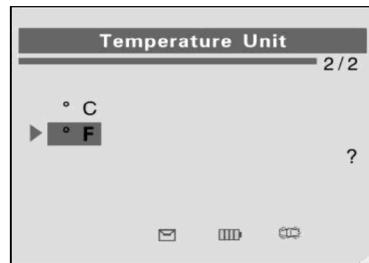

Рисунок 2-9
- 2) В окне **Temperature Unit** [Единица измерения температуры] с помощью кнопок прокрутки вверх/вниз выберите требуемую единицу измерения температуры. См. рисунок 2-9.